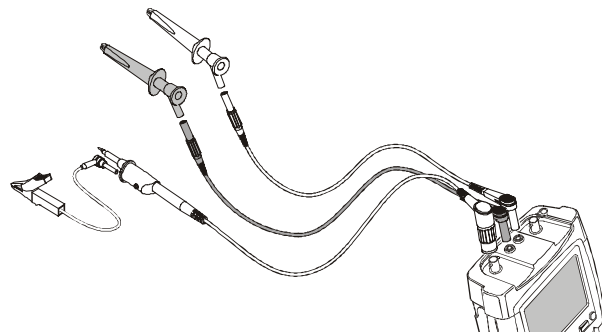

Figure 19. Scope Record Single Sweep
- 4 Appliquez un signal d'une source d'alimentation ininterrompue à l'entrée A rouge pour BNC. Appliquez un signal de départ aux entrées rouge et noire pour douilles banane de déclenchement externe. (Voir figure 19.)